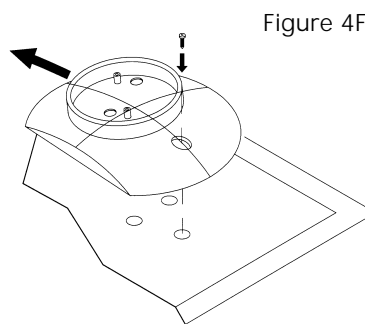

Figure 4F
Étape 7 En utilisant la vis restante qui a été retirée à l'étape 2, terminer la fixation de l'ensemble de plaque adaptatrice. À cette fin, il faudra faire glisser la plaque adaptatrice vers l'arrière comme illustré à la Figure 4F.